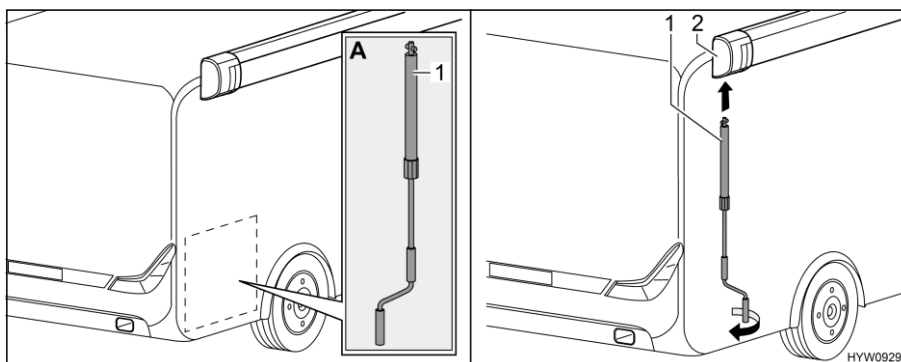

Bild 14 Montera veven
- Ta ut veven (Bild 14,1) ur det bakre lastutrymmet (Bild 14,A).
- Sätt veven i markisens bajonettfästhållare (Bild 14,2).